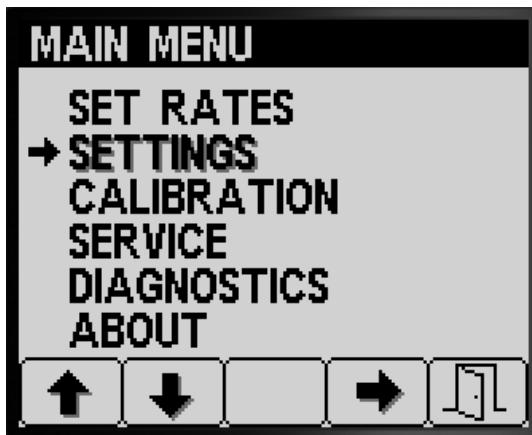

Figura 10
1. Para acceder a la pantalla AJUSTES, pulse el botón 2 en la pantalla MENÚ PRINCIPAL para desplazarse a la opción Ajustes (Figura 10).
2. Pulse el botón 4 para seleccionar el submenú AJUSTES (Figura 10).